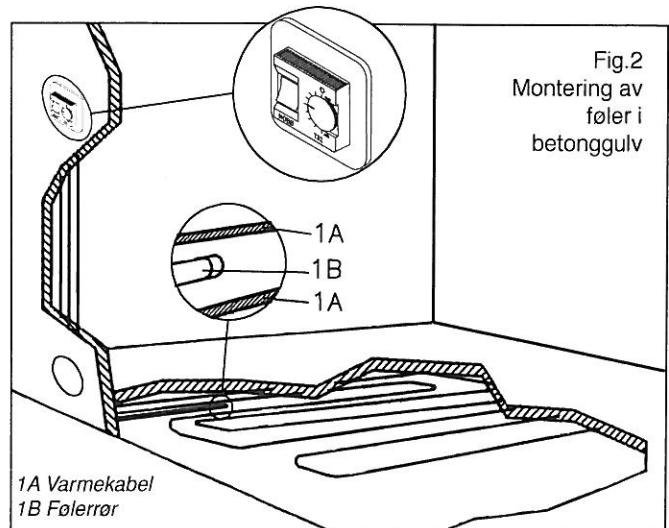
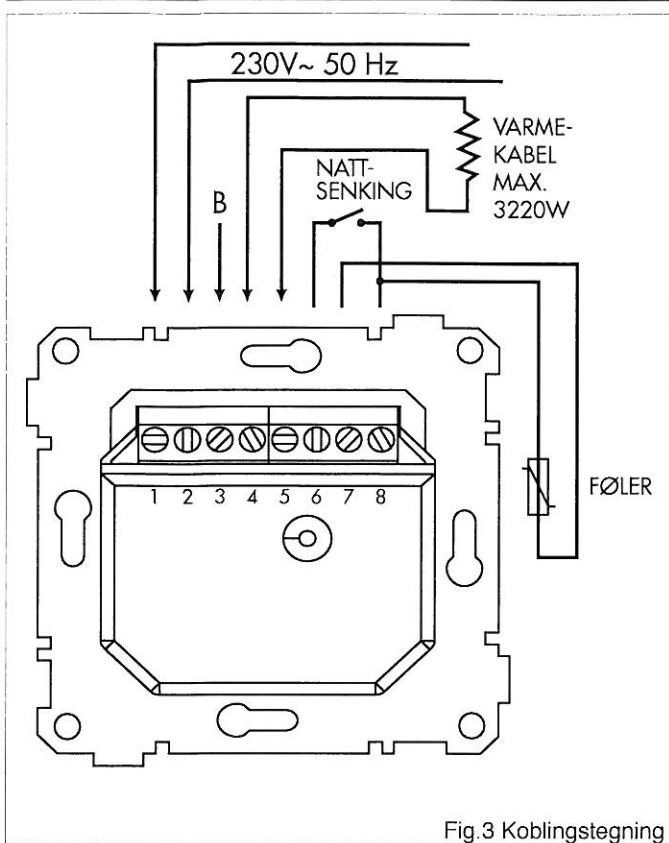

Fig. 2
Fig.3 Koblingstegning
Føleren skal monteres i et plast installasjonsrør (anbefalt dimensjon min. 10 mm eller 3/8»), som er nedstøpt i gulvet. Installasjonsrøret skal lettes i enden. NB! Påse at føleren blir liggende midt mellom en av varmekabelsløyfene. Varmekabelens kalde ender bør legges i hvert sitt rør, som vist på Fig. 2. Installasjonsboks ved gulv kan gjøre installasjonen lettere, men er ikke nødvendig. Både føler og kalde ender på varmekabel kan kobles direkte til regulatoren. Regulatorens klemme nr. 3 kan benyttes for evt. viderekobling av jordleder (Fig. 3).
- Tilkobling fra baksiden som koblingskjemaet viser (Fig. 3) med 8 stk. 2.5 mm² rekkeklemmer.